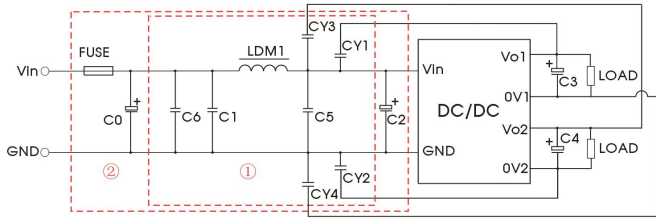

图 3
辐射骚扰	CISPR32/EN55032 CLASS B (推荐电路见图 3-①)
脉冲群抗扰度	IEC/EN61000-4-4 ±2kV (推荐电路见图 3-②) perf. Criteria B
浪涌抗扰度	IEC/EN61000-4-5 line to line ±2kV (推荐电路见图 3-②) perf. Criteria B
注：图 3 中第①部分用于 EMI 滤波；第②部分用于 EMC 测试，可依据需求选择